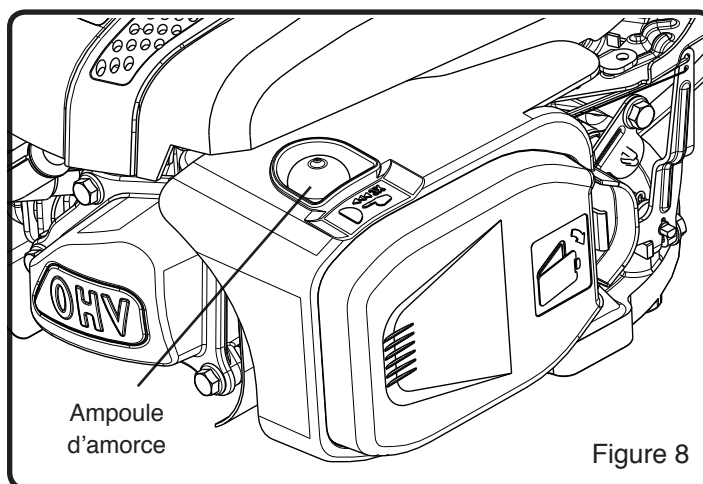

Figure 8
2. Enfoncez l'ampoule d'amorce et attendez 2 secondes entre chaque fois. (Voir Figure 8)